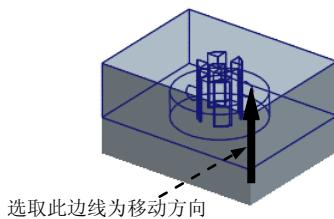

图 18.23 选取移动方向
(1) 按住 Ctrl 键，在模型树中选取 INSERT_01_MOLD.PRT、INSERT_02_MOLD.PRT、INSERT_03_MOLD.PRT、INSERT_04_MOLD.PRT 和 UPPER_MOLD.PRT。此时步骤 1 中要移动的元件模型被加亮。
(2) 在“选择”对话框中单击  按钮。
Step4. 在系统  的提示下，选取图 18.23 所示的边线为移动方向，然后在系统 **输入沿指定方向的位移** 的提示下，输入要移动的距离值 50，并按 Enter 键。